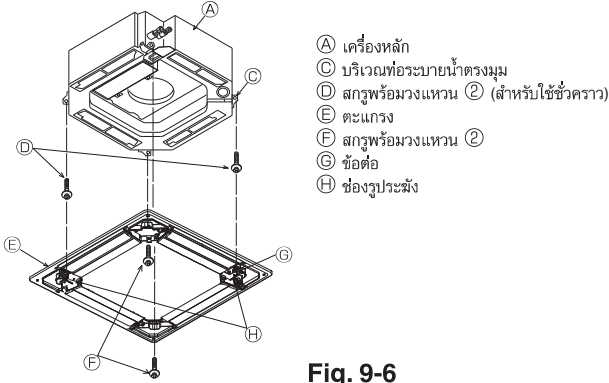

Fig. 9-6
9.3.2. ตรวจสอบอุปกรณ์ของตะแกรง (Fig. 9-6)